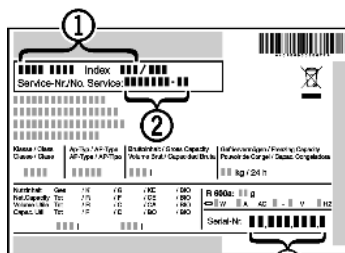

Fig. 41
- ▶ Gerätebezeichnung *Fig. 41 (1)*, Service-Nr. *Fig. 41 (2)* und Serial-Nr. *Fig. 41 (3)* vom Typenschild ablesen. Das Typenschild befindet sich an der linken Geräteinnenseite.